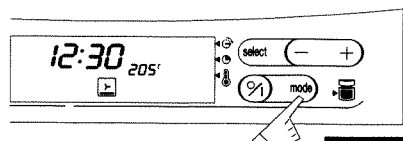

Fig. 5
2. Pulse la tecla «mode» (modo) hasta el tipo de cocción que desee (por ejemplo: solera pulsada) (fig. 5).
2. Pulse la tecla «mode» (modo) hasta el tipo de cocción que desee (por ejemplo: «solera pulsada») (fig. 5).